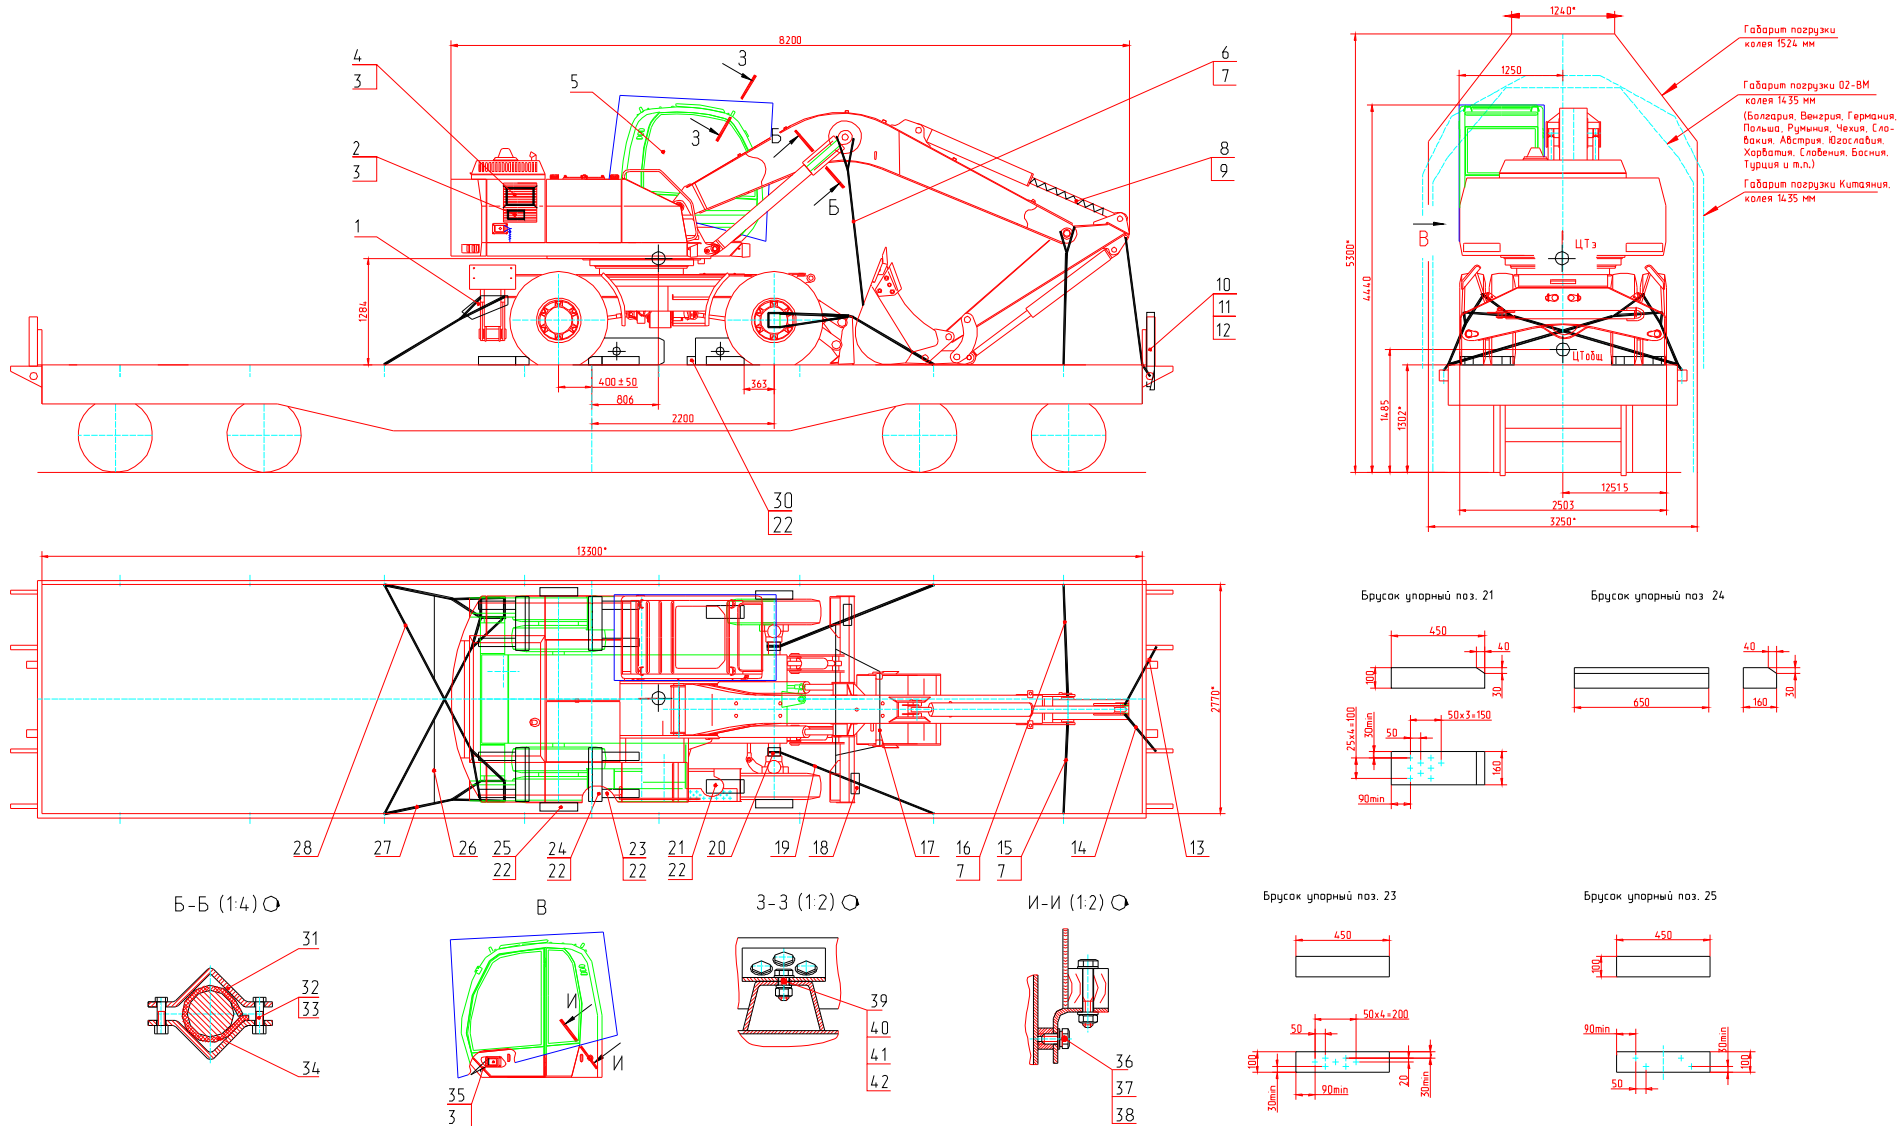

Рис. 5 Схема погрузки экскаватора на четырехосную железнодорожную платформу
Транспортирование экскаватора по железной дороге производится в соответствии со схемой погрузки, утвержденной МПС (рис. 5).
2. Экскаватор грузить на платформу собственным ходом по эстакаде с углом наклона до 9° или с помощью крана и разместить над продольной осью платформы по схеме (см. рис. 5). Стрелу опустить, рукоять и ковш подвернуть. Включить стопор поворота, стояночный тормоз, 1-ю передачу КПП и передний мост. После погрузки рычаги управления гидрораспределителем установить в нейтральное положение. Законсервировать штоки гидроцилиндров, слить горючее из бака сверх установленной нормы.